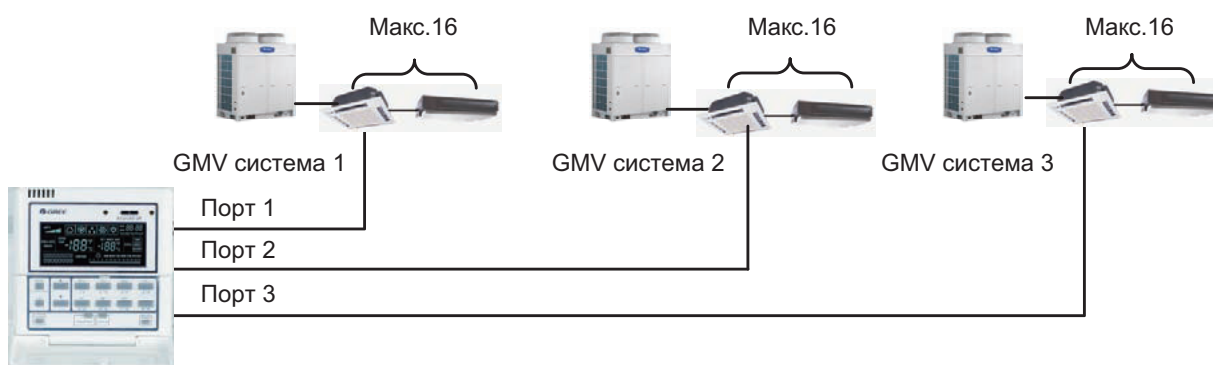

Рис. 6.18
6.3.7.1 К одному пульту SE50-24/E возможно подключение до 3-х наружных блоков систем GMV (рис. 6.18). Количество внутренних блоков подключаемых к одному наружному блоку не более 16 шт.